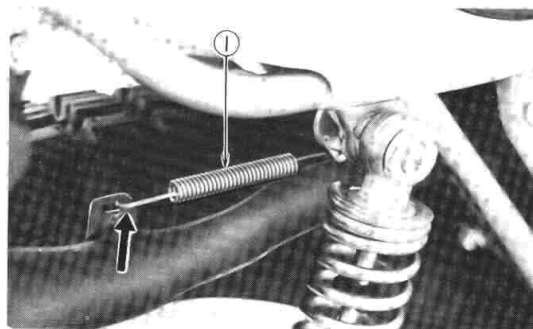

Fig. 3-2-1
1. Remove coil springs at muffler/spark arrester joint. (Fig. 3-2-1)
1. Enlevez les ressorts en spirale au pare-étincelles du pot d'échappement. (Fig. 3-2-1)